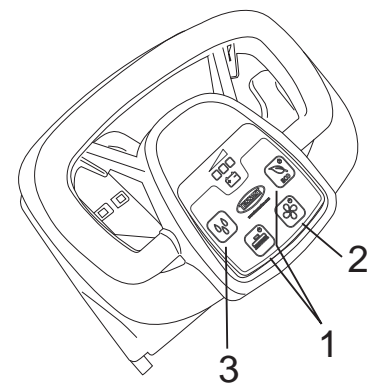

Fig.17
- Tryck på borstarnas knapp eller på ECO-knappen (bild 17-ref.1) för att aktivera borsten, suganordningen och lösningsmedlets flöde.
- Kontrollera kvaliteten på rengöringen under arbetet och reglera lösningsmedlets flöde med hjälp av motsvarande knapp (bild 17-ref.3).
- Tryck på borstarnas knapp (bild 17-ref.1).
- Stäng av suganordningen genom att trycka på motsvarande knapp (bild 17-ref.2).